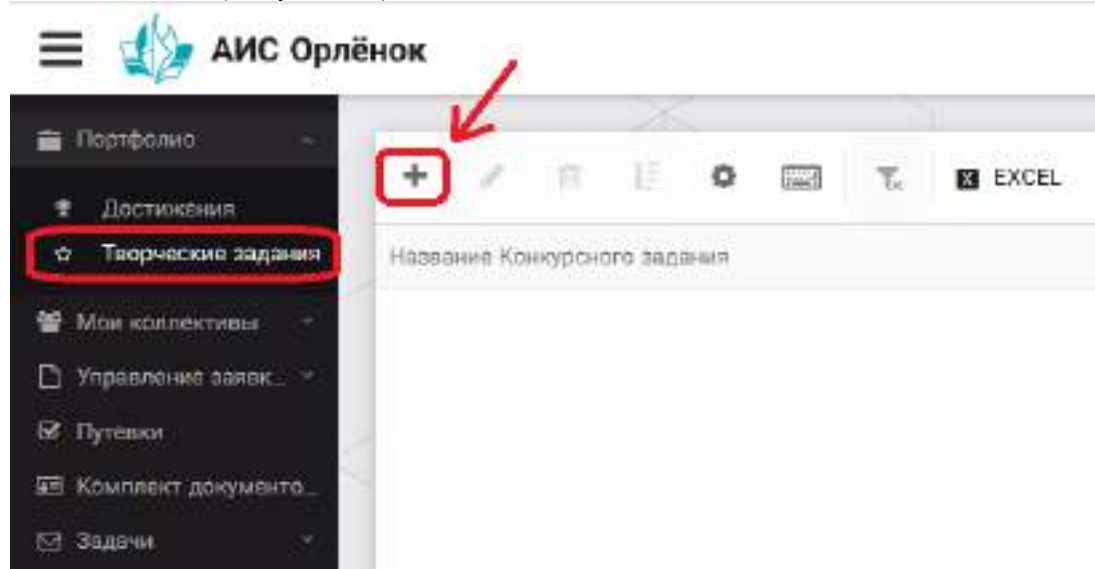

Рисунок 10 – Загрузка конкурсного задания
1. Выбрать в пункте меню «Портфолио» строку «Творческие задания». И в открывшемся окне нажать на значок «+» (Рисунок 10).